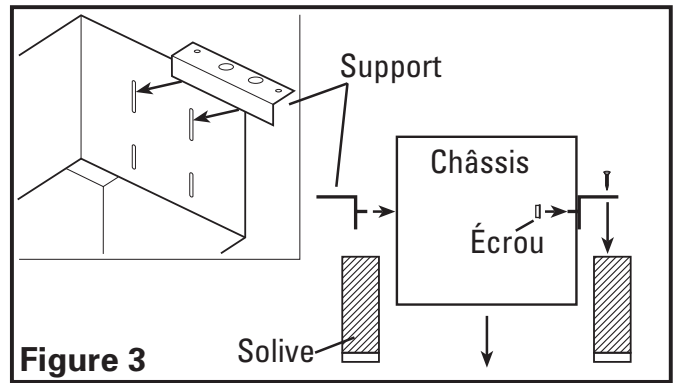

Figure 3
- 1b. **Installation sur des solives en 5,08 cm x 15,24 cm (2x6 po) au centre de 40,6 cm (16 po):** Installer les supports de montage dans le second jeu de fentes sur le châssis du ventilateur et fixer en place avec les quatre écrous #10-32 inclus tel qu'indiqué. Centrer le châssis du ventilateur entre les solives et fixer les supports de montage avec des vis ou des clous (non-compris) à la solive. Ajuster la hauteur du châssis pour qu'il soit à effleurement avec le plafond fini en desserrant les écrous de support de montage et en glissant le châssis vers le haut ou vers le bas sur le support de montage. Serrer à fond tous les quatre écrous pour fixer le châssis en place. (**Figure 3**).